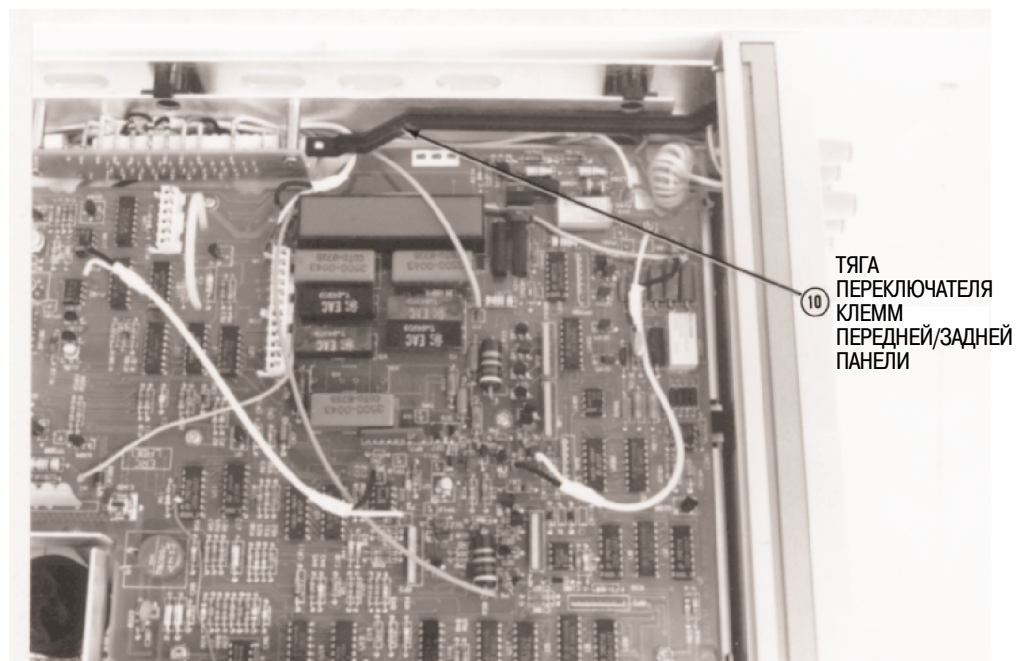

Рисунок 42 - Местоположение переключателя клемм передней/задней панели и его тяги
3. См. рисунок 42. Определить местоположение переключателя клемм передней/задней панели. Вытащить тягу. Для этого может потребоваться небольшая шлицевая отвертка, которую можно использовать при вытаскивании тяги в качестве рычага. Установить переключатель в нужное для работы прибора положение.